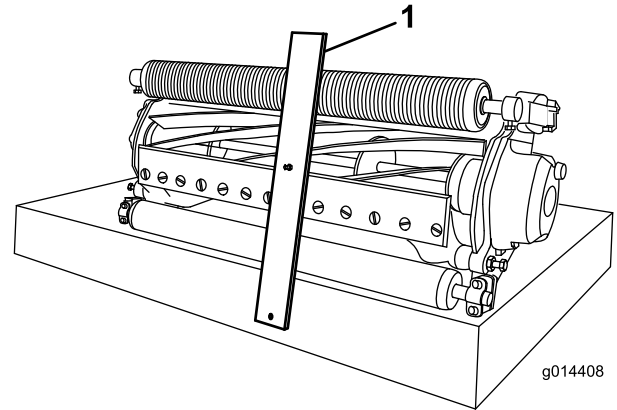

Figura 10
3. Agganciate la testa del bullone sul tagliente della controlama e appoggiate l'estremità posteriore della barra sulla parte posteriore del rullo (Figura 10).